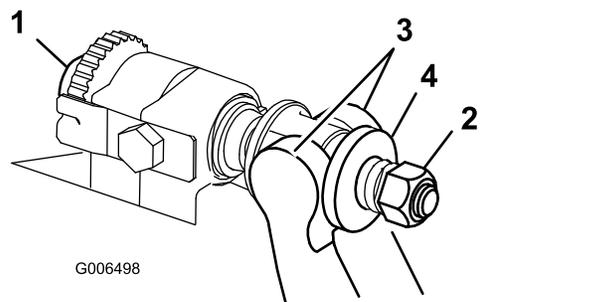

Рисунок 28
1. Поверните регулировочные винты планки неподвижного ножа против часовой стрелки, чтобы отодвинуть неподвижный нож от барабана (Рисунок 28).
2. Ослабьте гайку натяжения пружины так, чтобы шайба не нажимала на планку неподвижного ножа (Рисунок 28).